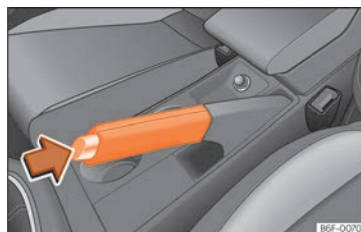

Fig. 218 Frein à main entre les sièges avant.
- Serrez le frein à main à fond en tirant le levier vers le haut » » fig. 218.
- Soulevez légèrement le levier du frein à main, appuyez sur le bouton de déblocage dans le sens de la flèche » » fig. 218 et abaissez le levier au maximum » » ⚠.